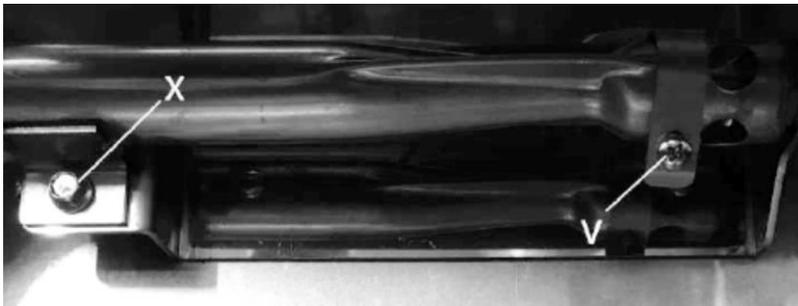

Abb. 4
3. Lösen Sie die Schraube X (Abb. 4).